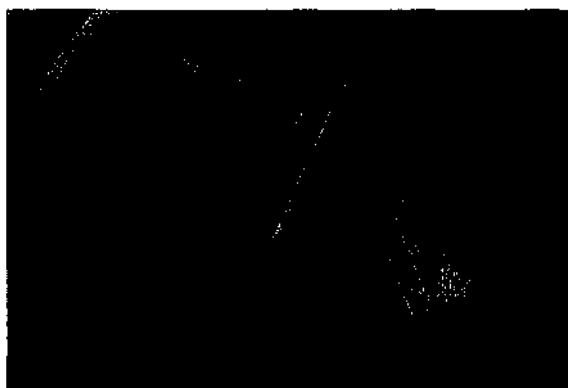

Рисунок 6 – Электронный блок, для подсчета количества шагов и контроля времени лечебного сеанса или тренировки
4.1.7 Имитатор ходьбы «Имитрон» крупногабаритный со счетчиком шагов (ИКС) оснащен электронным блоком, см. рисунок 6, который смонтирован на поверхности опорной стойки. Электронный блок счетчика шагов предназначен для регистрации и отображения информации о параметрах и характеристиках тренировок (процедур), проводимых на имитаторе ходьбы. Таких как: продолжительность тренировки, оставшееся до конца тренировки время, количество выполненных упражнений (шагов), средний темп выполнения упражнений (скорость) и т.п.